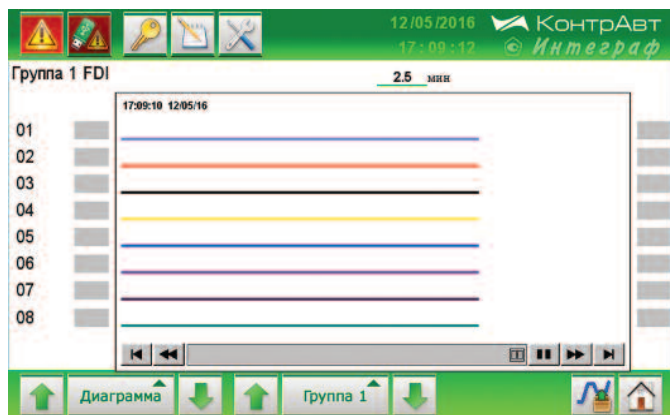

Рис. 10. Экран Диаграмма
- Диаграмма – групповая 8-канальная диаграмма дискретных выходов (рис. 10). Отображаемая информация: текущее время и дата, графики тренда дискретных сигналов группы, текущее состояние дискретных сигналов группы, состояние дискретных сигналов, соответствующее положению временного курсора (WatchLine).